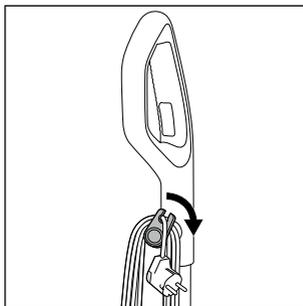

Fig. 16
- ◆ Svolgere completamente il cavo di alimentazione **17** dai portacavo superiore e inferiore **16/20**. Per svolgere velocemente il cavo di alimentazione **17** dai portacavo **16/20**, estrarre un poco il portacavo superiore **16** e ruotarlo verso il basso (vedere fig. 16).